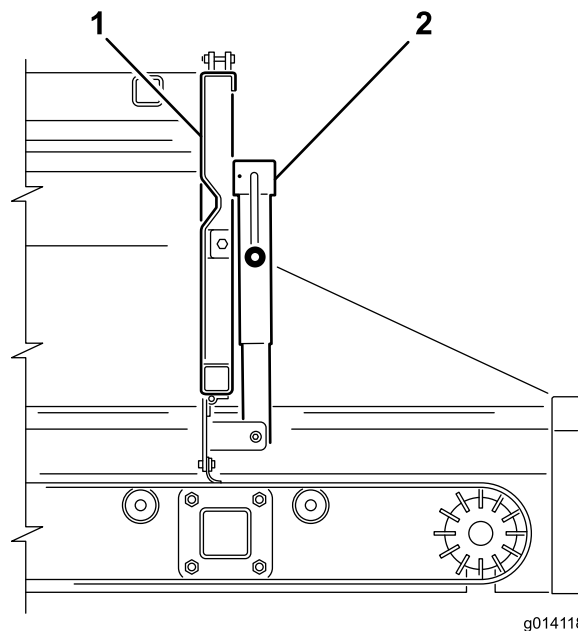
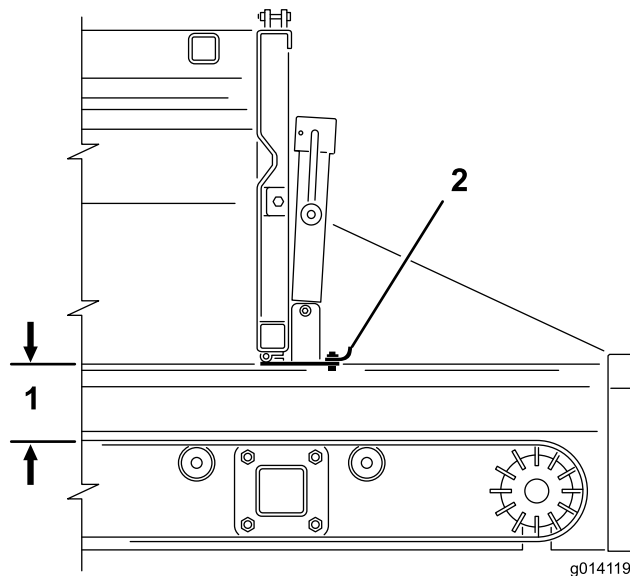

Рисунок 39
Рисунок 40
2. Для открывания или закрывания регулируемой секции заднего борта используйте рукоятку домкрата (Рисунок 39 и Рисунок 40). Это ограничивает поток материалов при использовании контролируемой разгрузки.